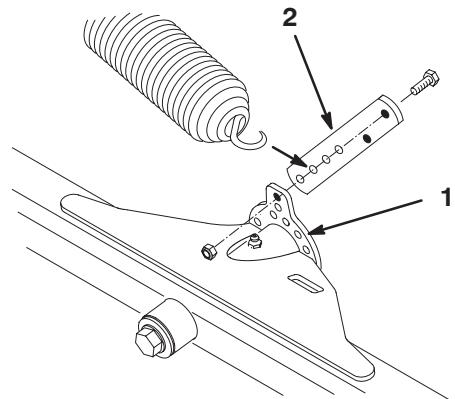

Figura 15
- Monte un anclaje de muelle al lado interior trasero de cada pestaña de elevación de las unidades de corte delanteras con 2 tornillos de caperuza (1/4 x 3/4 pulg.) y contratuercas, según muestra la Figura 15.